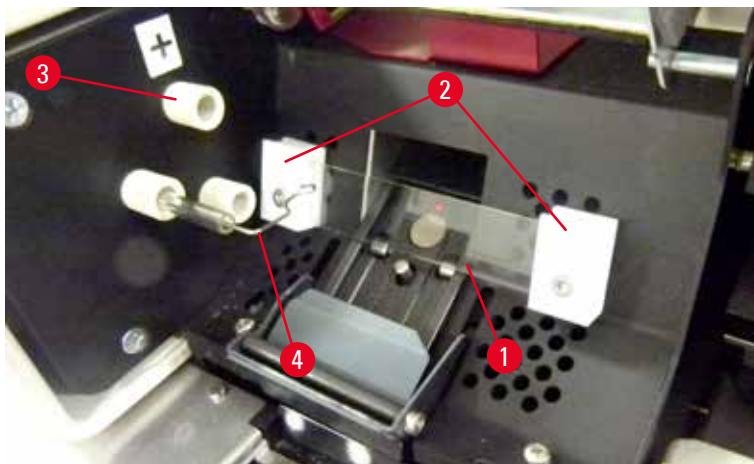

Fig. 20
5. Kontrollér, at kontaktfjederen (→ "Fig. 19-2")/(→ "Fig. 20-4") er fjernet fra lampens tændingstråd (→ "Fig. 21-1") (se også (→ "Fig. 20"))).